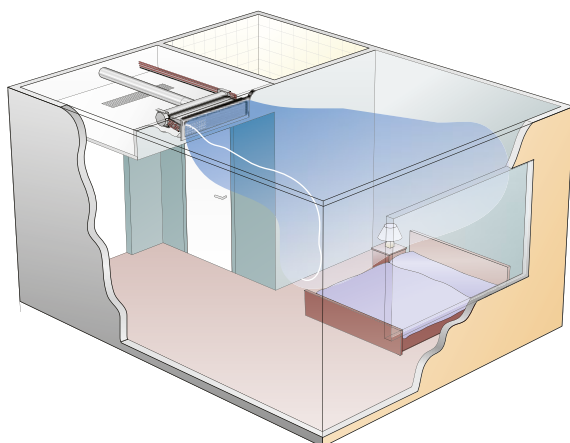

Abbildung 3. Primo an der Decke in einem Hotelzimmer montiert.
- Primo an der Decke montiert, beispielsweise für Hotels (Abbildung 3).